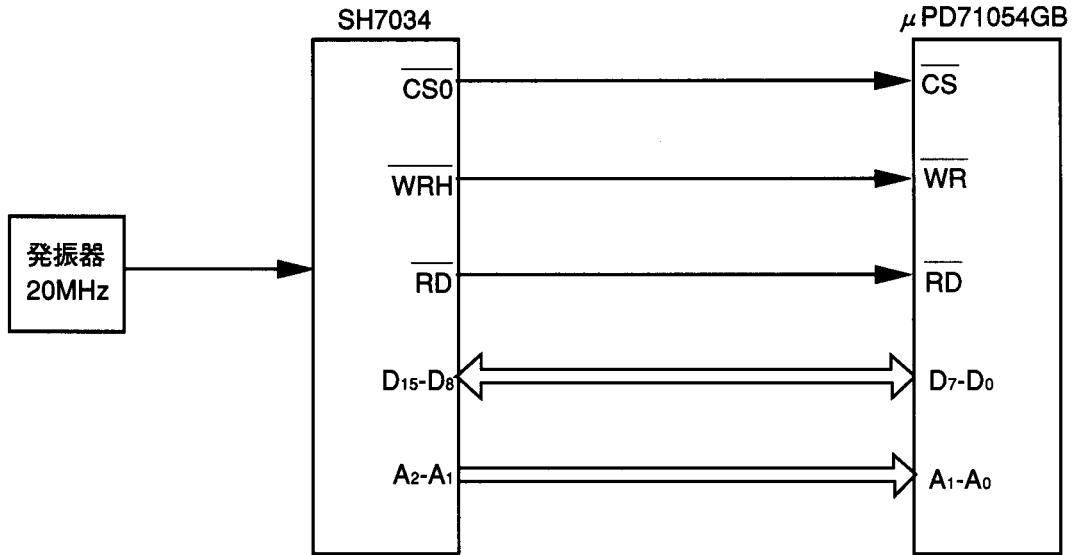

図1 SH7034および $\mu$ PD71054GB接続ブロック図
(1) 図1に示すように、SH7034とタイマ( $\mu$ PD71054GB)のインタフェースを行います。